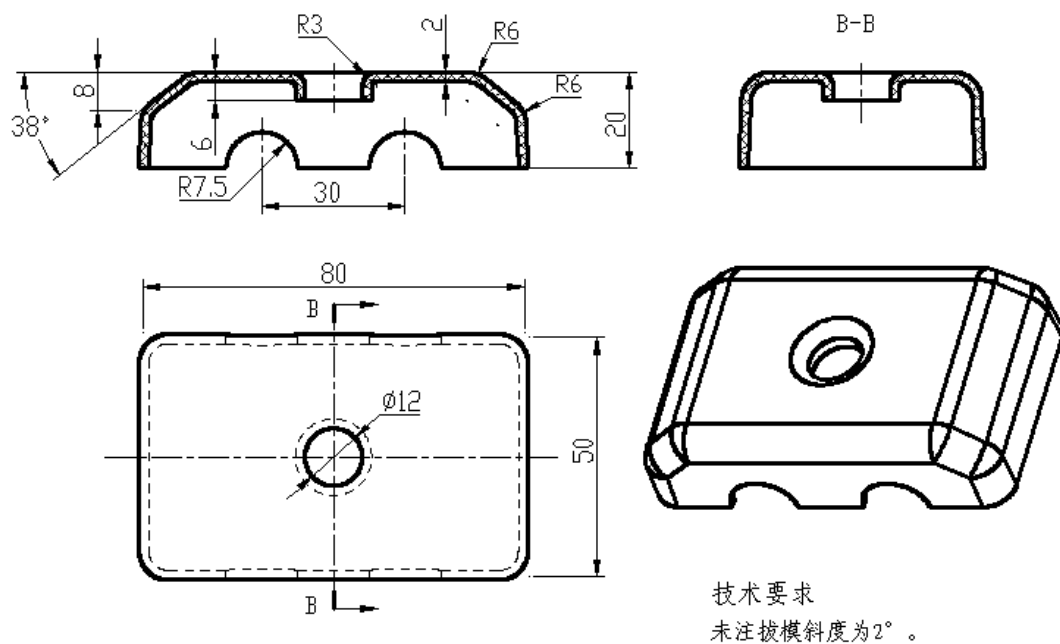

图 2-10 端盖
按照图2-10的要求，进行端盖塑件造型及注射模具型腔、型芯零件设计。
- (1) 在F盘下建立考生文件夹，文件夹名称为考生准考证号，塑件三维造型及型腔、型芯设计所完成后的文件都存于此文件夹中。
- (2) 根据图2-10对该塑件进行三维造型设计，文件名称为3DSJ。
- (3) 完成该塑件的注射模具型腔、型芯零件设计，一模两穴。
- (4) 分模文件名称为SJFM，型腔（cavity）和型芯(core)。